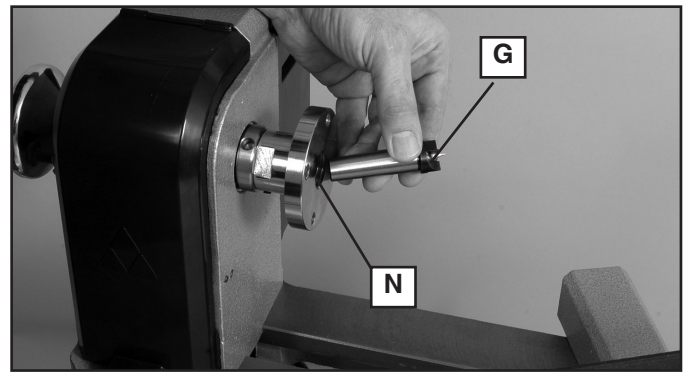

Fig. 6
Introduzca el centro de dientes rectos en la pieza de trabajo con un mazo blando. Luego encaje el centro de dientes rectos (G) Fig. 6 en el orificio del eje del cabezal (N) con firmeza.